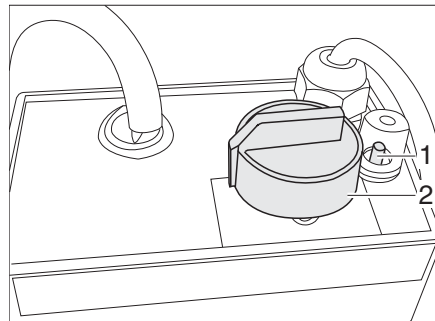

Bild 253 Reglage för elektrisk golvvärme/bäddvärme
- Vrid vridregulatorn (Bild 253,2) till önskad värmeeffekt.
- Vrid vridregulatorn (Bild 253,2) till ställning "0".
När golvvärmen har stängts av stannar värmen kvar ett tag i golvet (restvärme). Om regulatorn överbelastas aktiveras överbelastningsskyddet. Stiftet (Bild 253,1) hoppar ut.
- Tryck in stiftet (Bild 253,1) på överbelastningsskyddet när regulatorn har svalnat.